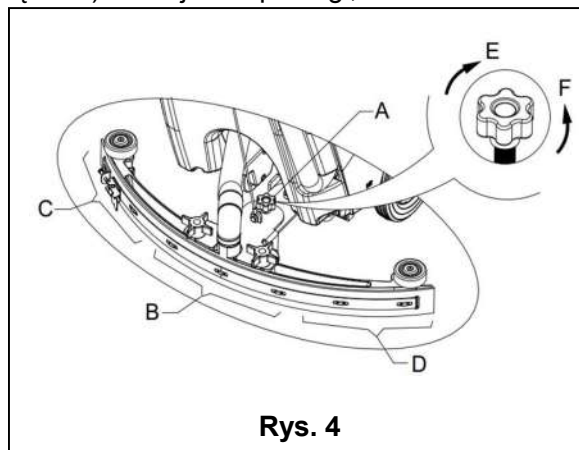

Rys. 3
Zależnie od rodzaju podłogi, jaka ma być czyszczona, do urządzenia montuje się szczotkę (Rys. 3, A) albo uchwyt pada (Rys. 3, B i C).
1. (dotyczy tylko **AS430C** i **AS510C**): Sprawdzić czy, kabel zasilania (9) został rozłączony od źródła zasilania oraz czy włącznik zasilania (38) jest wyłączony (**O**).
2. Nacisnąć uchwyt operatora (2) w celu uniesienia korpusu zbiornika (26).
3. Umieścić szczotkę (A) albo uchwyt płyty (B-C) pod obudową.
4. Użyć uchwytu operatora (2) do obniżenia korpusu zbiornika (26), aby zetknął się ze szczotką lub uchwytem pada.
5. Następnie zamontować szczotkę/uchwyt pada automatycznie, obracając włącznik zasilania (38) na pozycję "I" i naciskając wyłącznik bezpieczeństwa (1). Delikatnie popchnąć urządzenie do przodu, tak by koło pasowe na dole zbiornika wyrównało się ze szczotką lub uchwytem pada, które wtedy można założyć, po czym zwolnić wyłącznik bezpieczeństwa. W razie potrzeby, procedurę powtarzać aż do założenia szczotki/uchwytu pada.
6. Jeśli krok 5 okaże się zbyt trudny, to założyć szczotkę/uchwyt pada ręcznie, zgodnie ze wskazaniem strzałki (D) (zob. **Rys. 3**).
7. Aby zdjąć szczotkę/uchwyt pada automatycznie, trzeba obrócić włącznik zasilania (38) na pozycję "O". Ręką przytrzymać uchwyt operatora i docisnąć urządzenie do podłogi - aż koło naprowadzające dotknie podłogi a szczotka/uchwyt pada zawisnie w powietrzu. Następnie obrócić włącznik zasilania (38) na pozycję "I" i nacisnąć wyłącznik bezpieczeństwa tak, by szczotka/uchwyt opadła na podłogę.
8. Jeśli krok 7 okaże się zbyt trudny, to wykonać go ręcznie, obracając szczotkę/uchwyt pada w kierunku przeciwnym do normalnego kierunku obrotów, a wtedy będzie je można zdjąć (jak na **Rys. 3**).